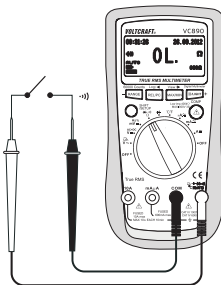

Abb. 7
1. Schalten Sie das DMM ein und wählen den Messbereich „ $\Omega$ “. Drücken Sie die SHIFT/SETUP-Taste (3) bis im Display das Symbol für die Durchgangsprüfung  $\rightarrow$  erscheint.
2. Stecken Sie die rote Messleitung in die  $\text{V}\Omega\text{Hz}$ -Messbuchse (7), die schwarze Messleitung in die COM-Messbuchse (8) (Abb. 7).